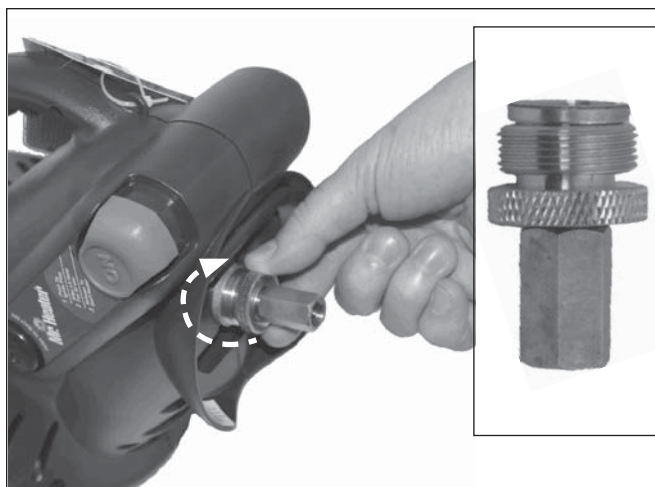
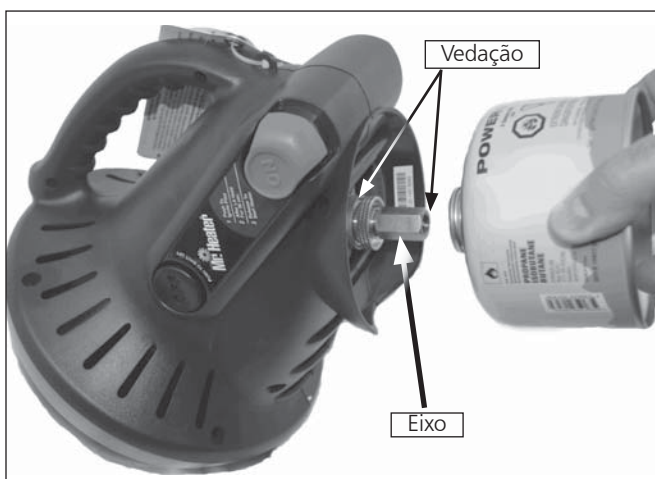

Figura 1
Figura 2
- Verifique se as vedações (entre o aparelho e o recipiente de gás) se estão no lugar e em boas condições antes de conectar para o recipiente de gás. Não use um aparelho em que foram danificadas ou desgastadas as vedações. Não use um aparelho que esteja a vaziar, danificado ou que não funcione adequadamente. Ver a Figura 2.
- Para usar com a mistura de butano/propano (G30+G31): Parafuse o adaptador de latão no sentido horário no regulador do aquecedor portátil (partir da parte de baixo) até ficar bem apertado. Ver a figura 1. Não use vedação de rosca nesta conexão. Parafuse o cartucho com a mistura butano/propano (G30+G31) no adaptador (sentido horário), uma vez que o eixo sobre o adaptador começa a girar o cartucho está conectado, em seguida, encaixe o cartucho no suporte. Ver a Figura 2.
- Pressione o botão "ON" por 30 segundos para acender a chama piloto (repetir até o piloto acender) e continue a manter por 30-60 segundos. Ver a Figura 2.